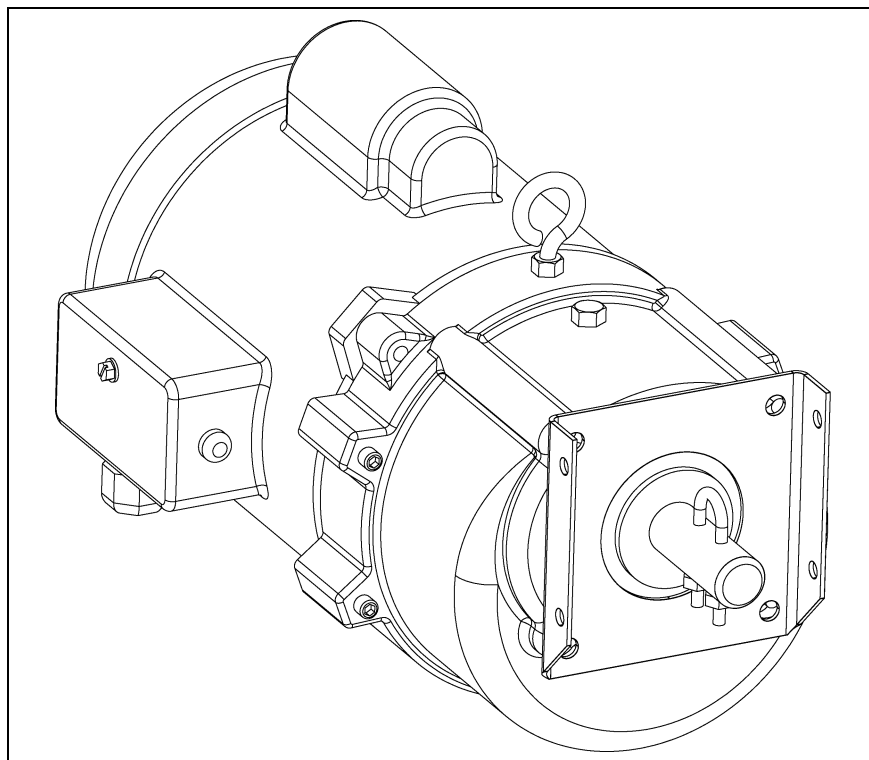

Рисунок 4N
1. Снимите нижнюю и верхнюю пластины в сборе с управляющего лотка. Снимите анкерную плиту с управляющего лотка и закрепите ее болтом на приводном блоке, как показано на Рисунок 4N. Отметьте расположение анкерной плиты и убедитесь, что фаска находится в нижней части приводного блока.